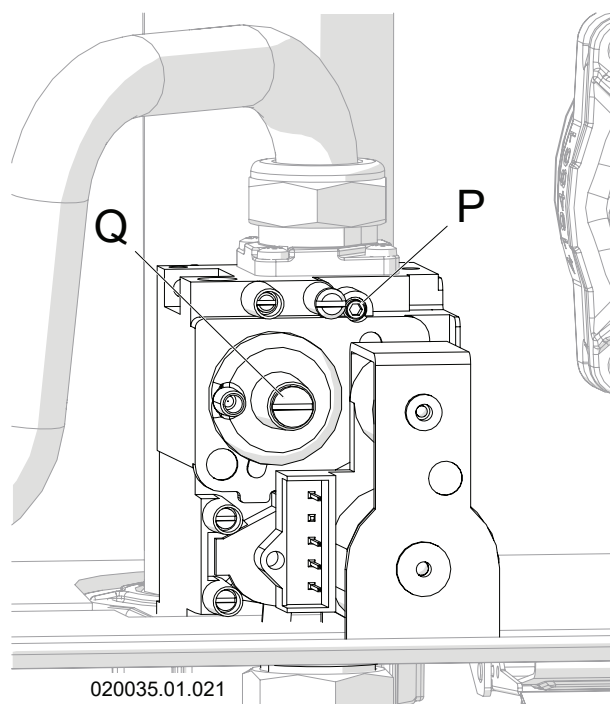

Figura 6-9 - Valvola del gas
- Ruotare in senso orario la vite "P" (Figura 6-9) per diminuire il tenore di CO2;
- Ruotare in senso antiorario la vite "P" (Figura 6-9) per aumentare il tenore di CO2;
- 11.-una volta terminato il controllo sigillare con vernice rossa o sistema equivalente la vite "P" (Figura 6-9);
- Ruotare in senso antiorario la vite "Q" (Figura 6-9) per diminuire il tenore di CO2;
- Ruotare in senso orario la vite "Q" (Figura 6-9) per aumentare il tenore di CO2;
- 18.-una volta terminato il controllo, sigillare con vernice rossa o sistema equivalente la vite "Q" (Figura 6-9);